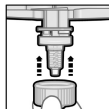
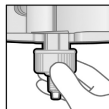

Fig. 3
Fig. 4.1
5. Une fois l'embout mélangeur correctement positionné (fig. 3), pousser la bague de fixation Dynamix sur l'embout mélangeur jusqu'à la butée et la tourner vers la droite (1/4 de tour) jusqu'à verrouillage complet (fig. 4.1, 4.2, 5).